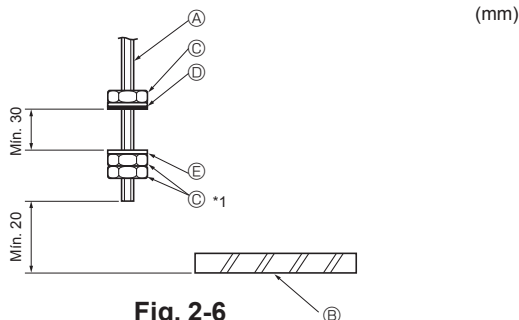

Fig. 2-6
- (D) Panel de techo
- (E) Cabello
- (F) Viga
- (G) Viga de techo
- (H) Use inserciones con capacidad de 100-150 Kg cada una (no incluidas).
- (I) Tornillos de suspensión M10 (3/8") (no incluidos)
- (J) Barra de refuerzo de acero
- (K) C canal
- (L) Ménsula de suspensión del canal
- (M) Perno de suspensión M10
2.4. Procedimientos de suspensión de la unidad (Fig. 2-6)